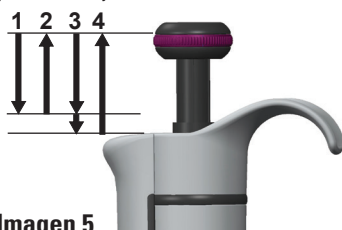

Imagen 5
2. Presione el botón de pipeteo hasta la primera posición (Imagen 5).